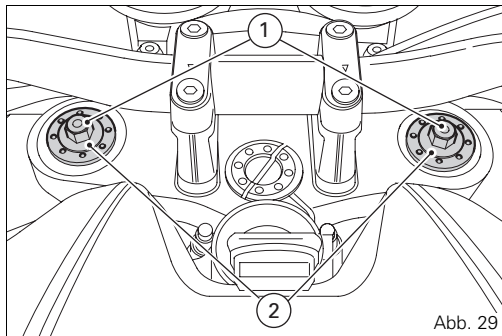
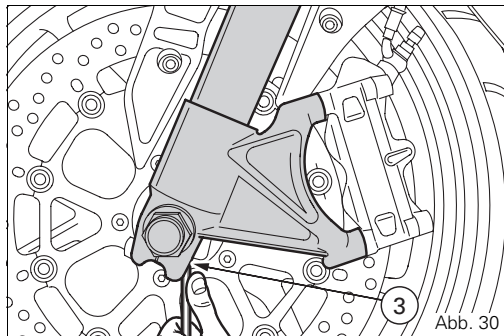

Abb. 29
Abb. 30
Einstellvorrichtungen für die Vorderradgabel (MS4RS) (Abb. 29 - Abb. 30)
- 1) (Abb. 29) zur Änderung der Zugstufe
- 2) (Abb. 29) zur Änderung der Vorspannung der inneren Federn
- 3) (Abb. 30) zur Änderung der Druckstufe.
Mit einem 3 mm Inbusschlüssel die jeweils am Scheitel der Gabelholme angeordnete Einstellschraube (1) verdrehen, um die hydraulische Dämpfung in der Zugstufe zu verstellen. Für die Regulierung über die Einstellschraube (3, Abb. 30) einen 3 mm Inbusschlüssel gemäß Abbildung 27 durch die Bohrung führen. Beim Drehen der Einstellschrauben (1 und 3) sind Klicks vernehmbar, von denen jeder einer Dämpfposition entspricht. Der vollständige Anzug der Schraube entspricht der Position „0“ bzw. der maximalen Dämpfung.
Federvorspannung (Abb. 29): 19 mm.